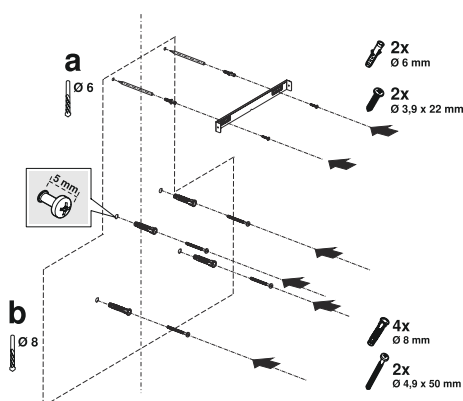

Fig. 11
1. ➤ Tracez une ligne médiane à partir du plafond perpendiculairement au bord inférieur de la hotte (Fig. 11).
2. ➤ Il y a une languette au milieu de la plaque de raccordement du conduit de fumée. Placez le point central de cet onglet sur la ligne tracée perpendiculairement au mur. Alignez horizontalement et marquez les trous où la plaque de connexion sera montée à l'aide d'un stylo (Fig. 11/a).
Percez les points marqués avec un foret Ø6mm et insérez 2 goulons en plastique de Ø6mm dans les trous percés (Fig. 11/a).
Fixez la plaque de raccordement au mur avec des vis 3,9x22 (Fig. 11/a).
3. ➤ Pour percer les trous de suspension du conduit de cheminée, placez le gabarit de montage sur la surface sur laquelle l'appareil sera monté et marquez les trous de montage (Fig. 11/b).
4. ➤ Percez les trous de suspension avec un foret Ø8mm et poser les chevilles (Fig. 11/b).
Placez une vis de suspension 2x4.950 avec un jeu de 5 mm entre la tête de vis et le mur (Fig. 11/b).